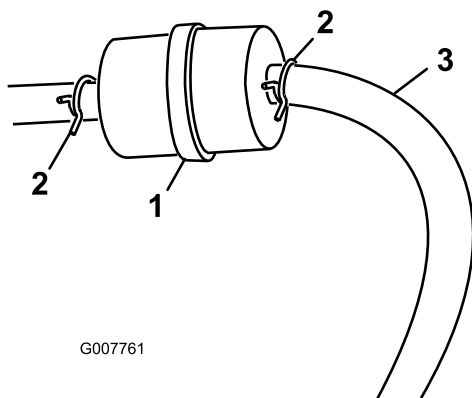

Рисунок 21
3. Сожмите концы шланговых хомутов и сдвиньте их с фильтра (Рисунок 21).
5. Установите новый фильтр и передвиньте шланговые хомуты ближе к фильтру (Рисунок 21).
3. Ослабьте шланговый хомут на топливном фильтре и отодвиньте его по топливному трубопроводу от фильтра (Рисунок 21).
4. Отсоедините топливный трубопровод от топливного фильтра (Рисунок 21).
Примечание: Слейте бензин в канистру для топлива или сливной поддон (Рисунок 21).
5. Установите топливный трубопровод на топливный фильтр. Передвиньте шланговый хомут к топливному фильтру, чтобы закрепить топливный трубопровод (Рисунок 21).